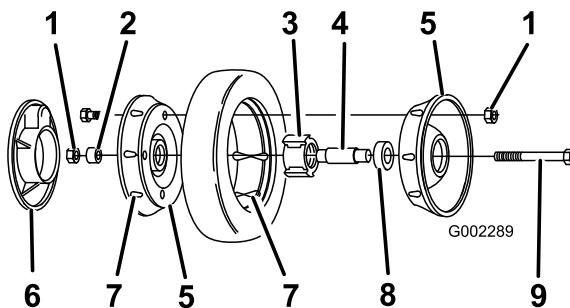

Рисунок 32
3. Отверните болт, снимите разделитель колес и контргайку крепления колеса к поворотному рычагу (Рисунок 32).
4. Отделите половины колеса от шин, отвернув 4 болта с 4 контргайками (Рисунок 32).
**Примечание:** Если вы снимаете подшипники с узла подшипника/стуницы, снимите их, нажав на разделитель подшипника (Рисунок 32).
1. Расположите шину на одной половине колеса, совместив выступы на каждом из этих компонентов (Рисунок 32).
2. Поместите узел подшипника/стуницы в центральное отверстие половины колеса. Убедитесь в том, что опоры стуницы расположены поверх фланца отверстия (Рисунок 32).
3. Установите вторую половину колеса на узел подшипника/стуницы, совместите выступы колеса и шины и монтажные отверстия (Рисунок 32).
4. Используя два винта или болта с резьбой по всей поверхности (1/4-20 x 1,50 дюйма) и нефикссирующиеся гайки, скрепите, не затягивая, половины колес вместе. Вставьте винты или болты в противоположные отверстия (Рисунок 32).
5. Проверьте выравнивание всех деталей и затяните болты попеременно с разных сторон, чтобы обеспечить равномерное сжатие, пока половины колес не будут соединены друг с другом (Рисунок 32).
6. Вставьте ранее снятые два болта и 2 контргайки в оставшиеся отверстия половин колес и затяните. Отверните два длинных винта или болта и замените их двумя болтами и двумя контргайками (Рисунок 32).
7. Установите колесо на поворотный рычаг с помощью болтов, разделителя и контргайки. Убедитесь в том, что разделитель расположен между ступицей колеса и поворотным рычагом (Рисунок 32).